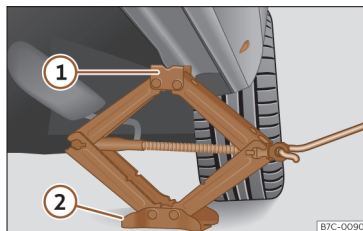

Fig. 211 Longarina: colocação do macaco do veículo.
- Rode a manivela do macaco, colocado por baixo do ponto de apoio da longarina, para levantá-lo até que o ressalto ① >>> **Fig. 211** se encontre por baixo do alojamento previsto.
- Alinhe o macaco de forma a que a patilha ① «encaixe» no alojamento previsto da longarina e que a placa base móvel ② fique apoiada no chão. A placa base ② deve ficar colocada na vertical relativamente ao ponto de apoio ①.